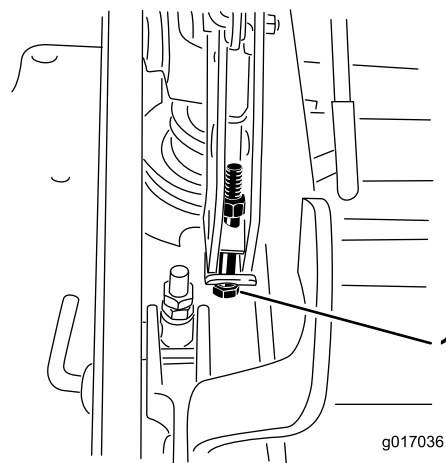

Figura 99
12. Se a plataforma estiver demasiado baixa, aperte o parafuso de ponto único de ajuste rodando-o no sentido dos ponteiros do relógio. Se a plataforma estiver demasiado alta, desaperte o parafuso de ponto único de ajuste rodando-o no sentido contrário ao dos ponteiros do relógio (Figura 99).